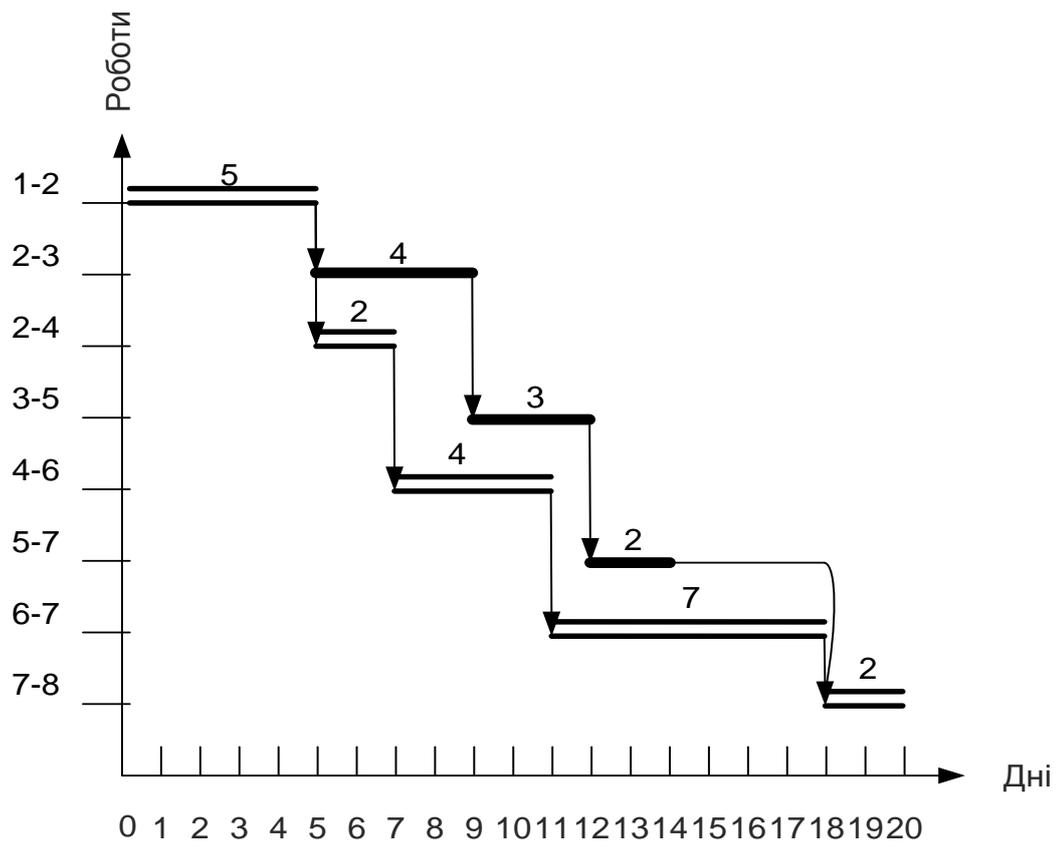

Рис. 1.33. Зв'язки між роботами і критичний шлях
4. Позначимо критичні роботи подвійною лінією (рис. 1.33).